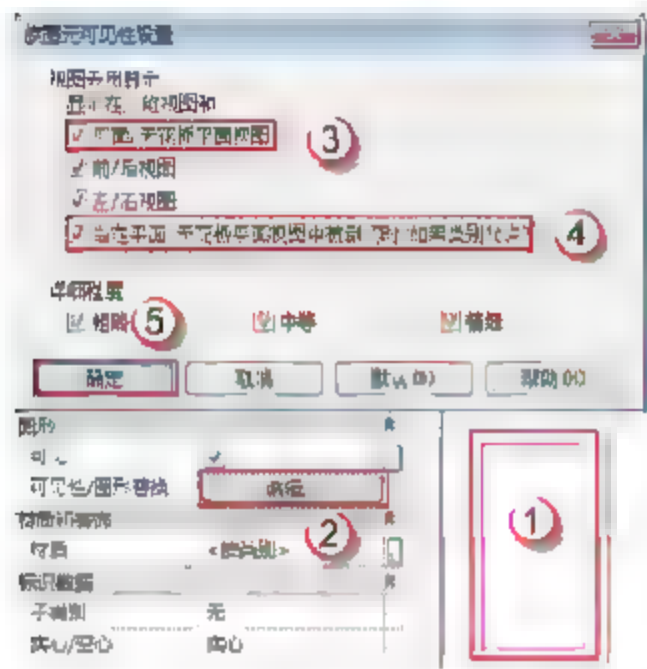
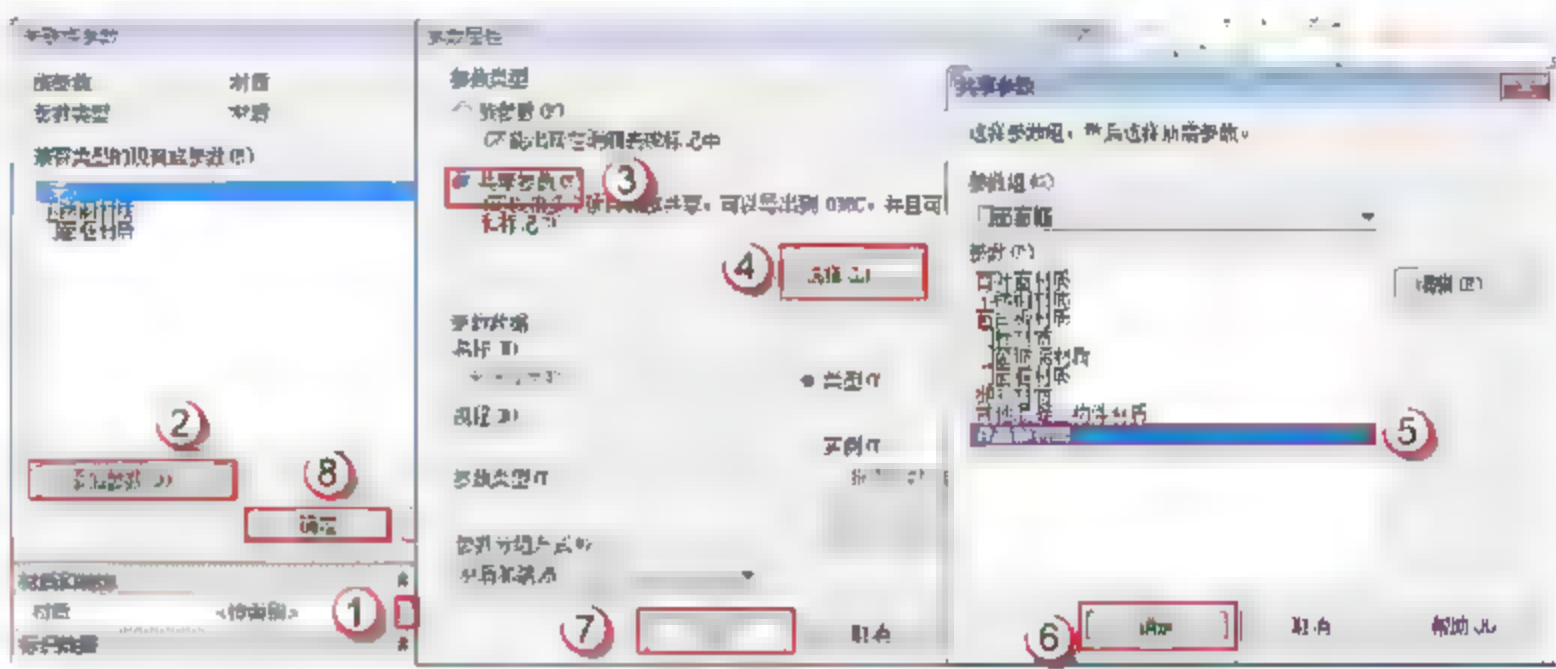

图 8.4.14 编辑可见性
图 8.4.15 设置材质
(11) 创建电梯层站召唤器显示屏。切换至“外部”立面视图，选择“创建”→“拉伸”→“矩形”命令，绘制出如图 8.4.14 所示矩形。单击“编辑”按钮，在弹出的“族图元可见性设置”对话框中取消“平面/天花板平面视图”和“当在平面/天花板平面视图图中被剖切时（如果类别允许）”复选框的选择，单击“确定”按钮，完成可见性的编辑。修改“拉伸终点”数值为“-25”。单击“属性”面板中“材质”栏中的“关联族参数”按钮，在弹出的“关联族参数”对话框中单击“添加参数”按钮，在弹出的“参数属性”对话框中选择“共享参数”单选按钮，再单击“选择”按钮，在弹出的“共享参数”对话框的“参数”列表框中选择“液晶屏材质”选项。最后单击“确定”按钮，完成材质设置，如图 8.4.15 所示。最后单击“完成编辑模式”按钮完成电梯层站召唤器显示屏的创建。